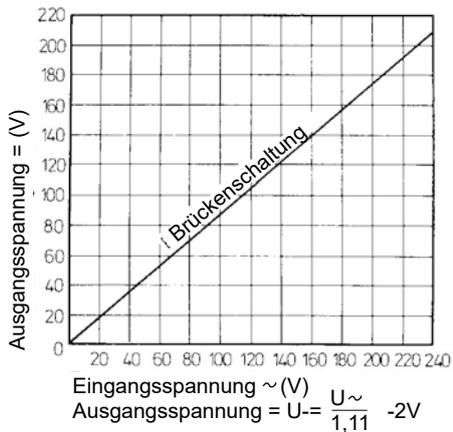
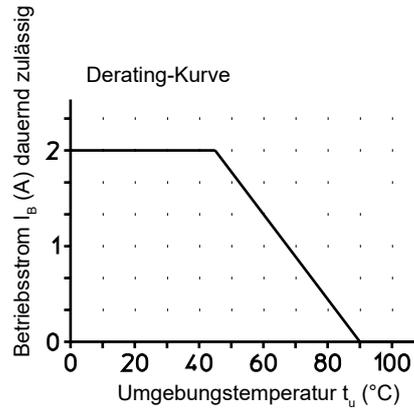

Bild 3 MSM-Fo 0804.1386
Bild 4
3) Stromangabe gilt nur für Bezugstemperatur 30°C. Strombelastbarkeit bei höheren Bezugstemperaturen nach Bild 4. In der Schweiz durch SEV-Vorschrift 1011 auf 1,5 A begrenzt (gestrichelte Linie). Ausgangsspannung nach Bild 3.